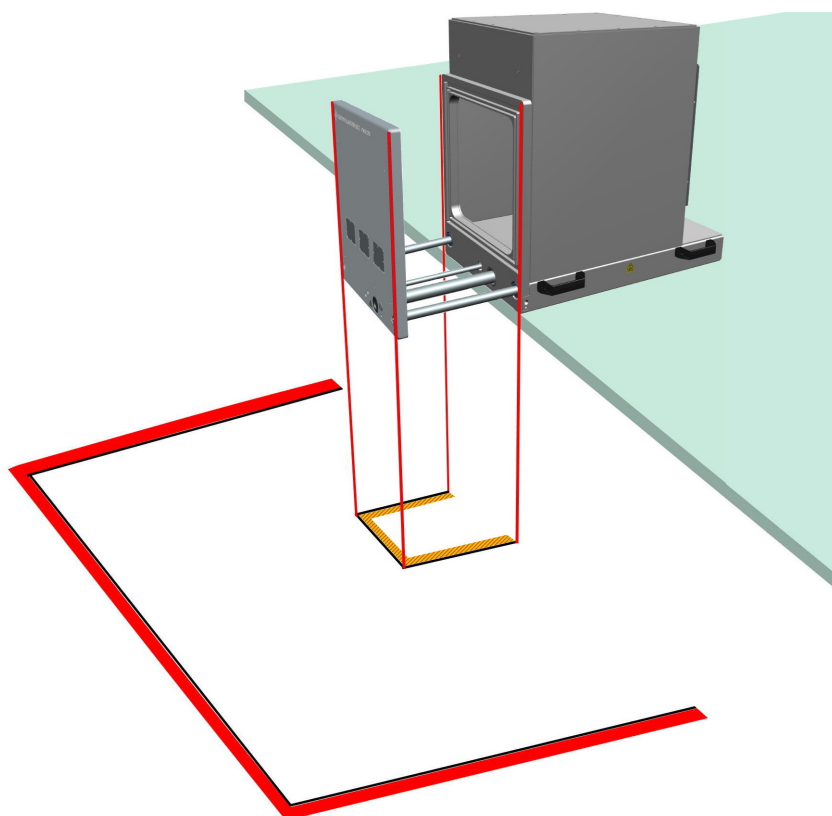

Figura 6-7: Aree ad accesso limitato segnalate a terra
5. Contrassegnare l'area della porta a terra sotto la porta aperta della camera, come mostrato in figura 6-7.
8. Contrassegnare a terra l'area di lavoro a una distanza di m dall'*area della porta*. Ved. figura 6-7.